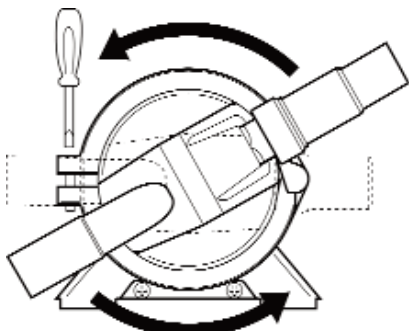

Fig 4. Installazione della Gulper®
- Fig 4 Installazione della Gulper
**NOTA:** La testa della pompa può essere ruotata per adattarsi ai raccordi del tubo. Allentare la vite, regolare e assicurarsi che il diaframma rimanga in posizione. Rimettere la testa nella posizione richiesta (fig 4) e stringere la vite